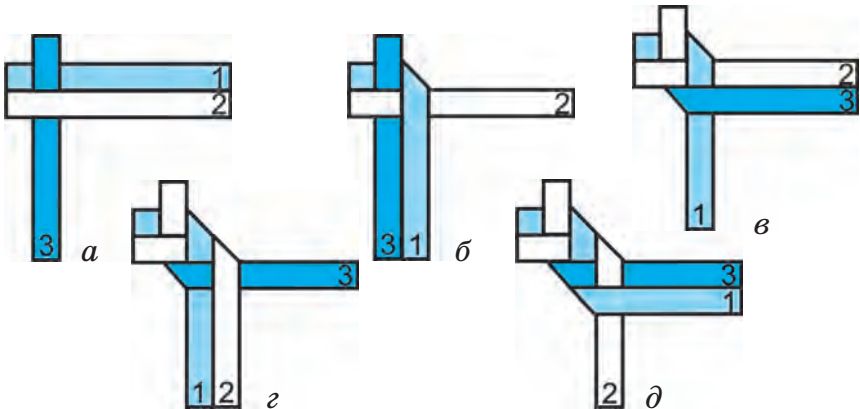

Рис. 86. Схема паслядоўнасці пляцення «коскі» з трох саломак
Паслядоўнасць выканання пляцёнкі «коска» з трох саломак складаецца з наступных этапаў (рис. 86):
- бяруць тры саломкі, звязаўшы іх канцы ў пучок, і ўкладваюць, як паказана на рысунку (рис. 86, а);
- саломку 1 перагібаюць зверху саломкі 2 і выраўноўваюць паралельна саломцы 3 (рис. 86, б);
- перагібаюць саломку 3 зверху саломкі 1 да саломкі 2 (рис. 86, в);